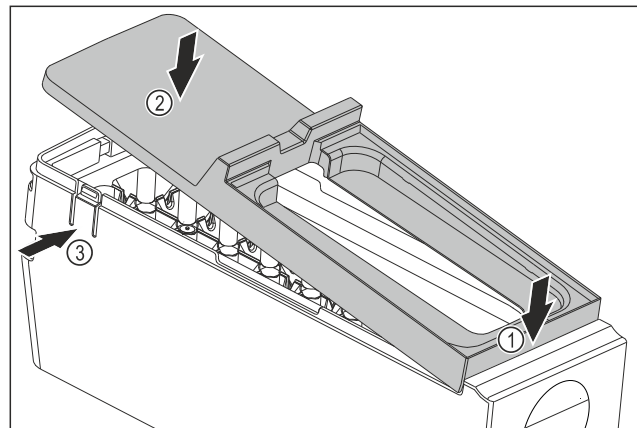

Fig. 215
- ▶ Szerelje fel az EasyTwist-Ice egység testének fedelét: Tegye fel előre a fedelet. Fig. 215 (1)
- ▶ Süllyessze le hátul a fedelet. Fig. 215 (2)
- ▶ A fedél hallhatóan bepattan mindkét fülbe Fig. 215 (3).